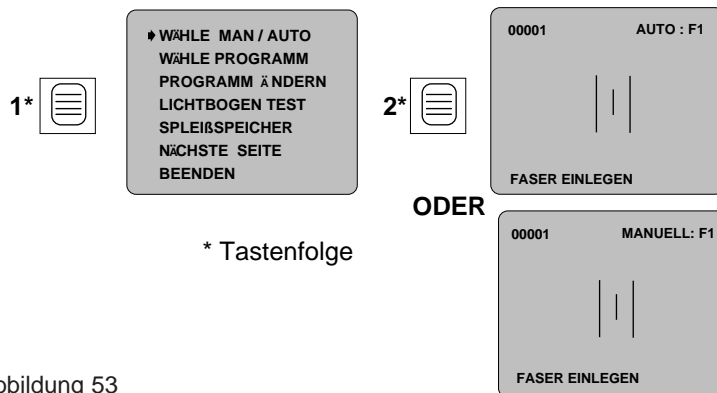

Abbildung 53
6.3 Aktivieren Sie nach dem Einschalten des CFS II zunächst den manuellen oder den automatischen Gerätebetrieb (siehe Abb. 53).